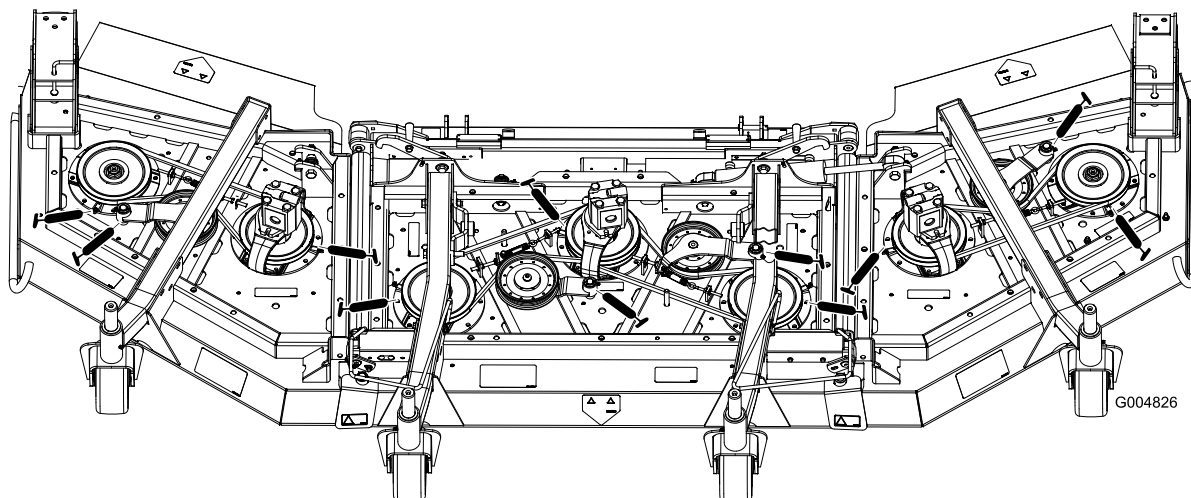

Figure 45
- Roulements d'axe de pivot (3) (Figure 45)
- Bagues de pivot de bras de poulie de tension (2) (Figure 45).